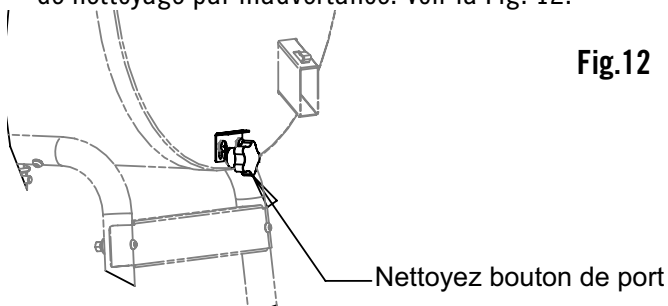

Fig.12
1. Le bouton de la tige de la zone de nettoyage doit être enfoncé lorsque le barbecue est allumé. S'assurer que le système de blocage de la tige est tiré vers le bas et bloque le bouton afin d'empêcher l'ouverture de la zone de nettoyage par inadvertance. Voir la Fig. 12.